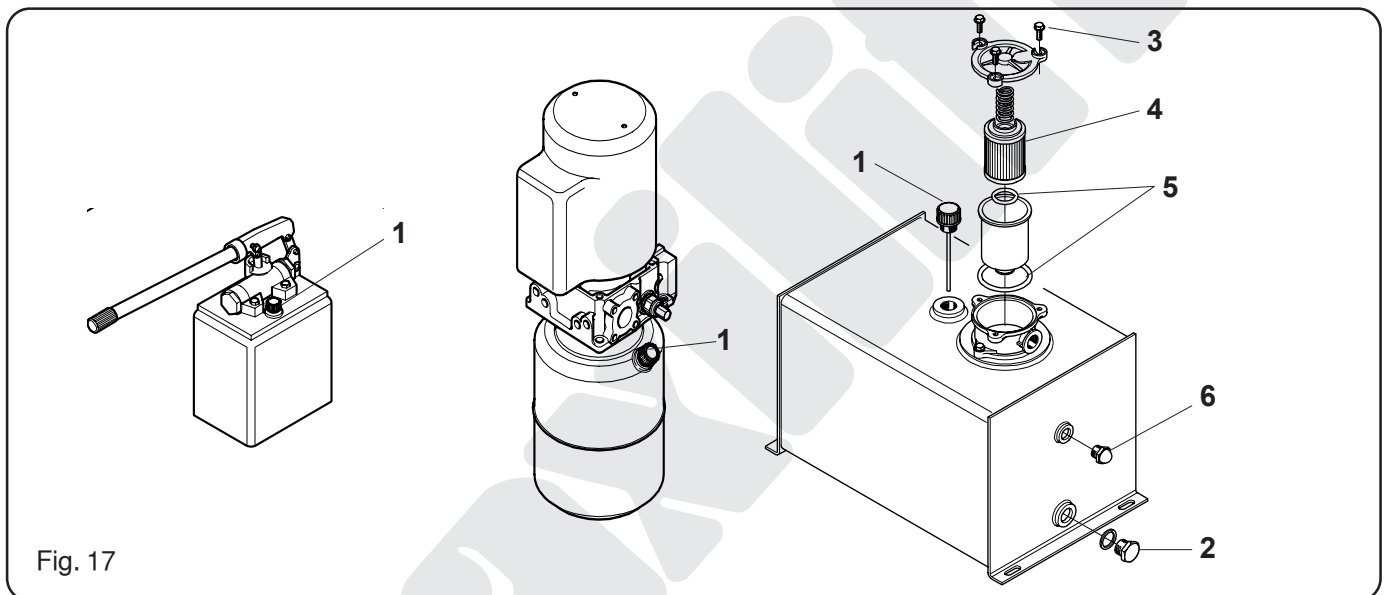

Fig. 17
9.4.1 Controllo del livello dell'olio (Vedi fig. 17)